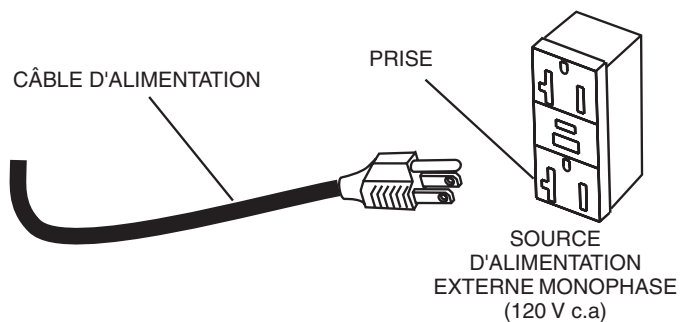

Figure 34. Prise de courant 120 V c.a
3. Si vous utilisez une source de courant (Figure 34) autre qu'un générateur portable, branchez le cordon d'alimentation CA de la lampe à une prise de 120 V c.a, 60 Hz qui est protégée par au moins un disjoncteur de 15 ampères.